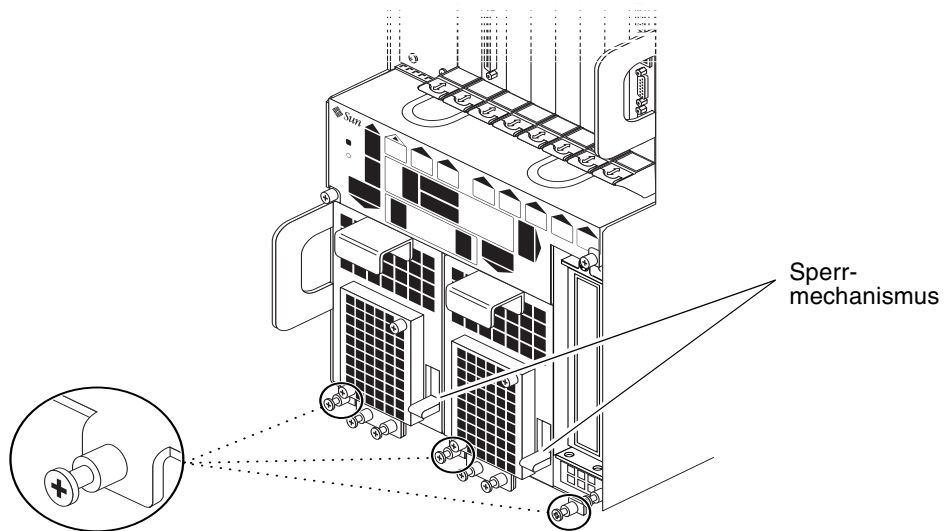
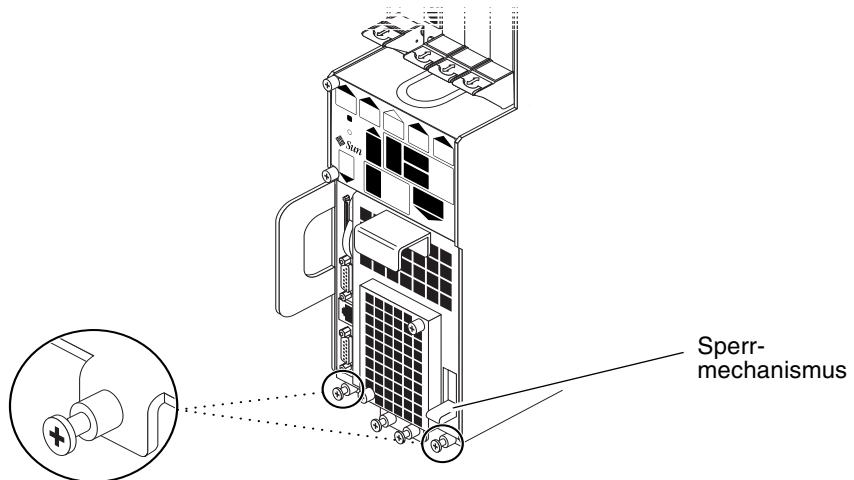

ABBILDUNG 2-10 Lösen der Schrauben an der Unterseite eines Netra ct 800 Servers
ABBILDUNG 2-11 Lösen der Schrauben an der Unterseite eines Netra ct 400 Servers
- Wenn Sie einen Netra ct 800 Server ausbauen, lösen Sie die *drei* schwarzen Befestigungsschrauben am unteren Rand des Servers (ABBILDUNG 2-10).
- Wenn Sie einen Netra ct 400 Server ausbauen, lösen Sie die *zwei* schwarzen Befestigungsschrauben am unteren Rand des Servers (ABBILDUNG 2-11).
ABBILDUNG 2-10 zeigt, wo sich die Sperrmechanismen der beiden Stromversorgungseinheiten des Netra ct 800 Servers befinden. ABBILDUNG 2-11 zeigt, wo sich der Sperrmechanismus der Stromversorgungseinheit des Netra ct 400 Servers befindet. Vergessen Sie nicht, beim Ausbau eines Netra ct 800 Servers *beide* Stromversorgungseinheiten zu entsperren, da Sie sonst den Server nicht aus dem Chassis entnehmen können.